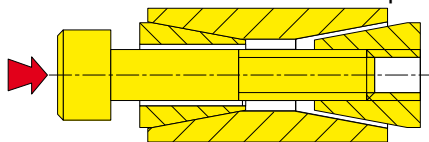

Fig. 1
**P30-R / P60-B** : Quite los tornillos allen e insertar tornillos M8 en las roscas situadas debajo de los tornillos plateados. La anilla delantera de la mordaza puede así soltarse (en condiciones normales se soltará sola). Vea Fig. 1 & 2